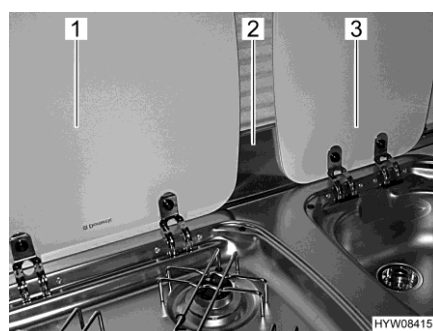

Bild 11 Flamskyddsplåt och lock
- Ta bort flamskyddsplåten (Bild 11,2) och lägg den på säker plats.
- Stäng locken för diskhon (Bild 11,3) och gasspisen (Bild 11,1).